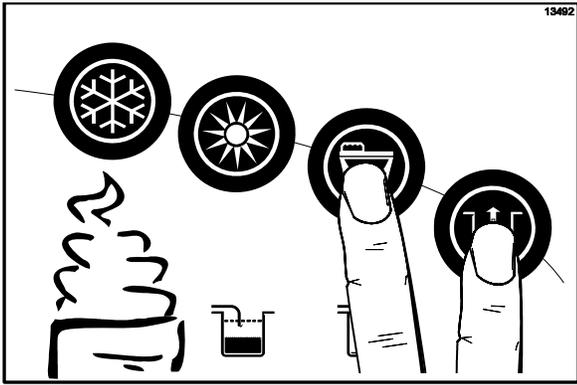

图 164
10. 按 **WASH** 和 **PUMP** 键   并关闭出料阀。（见图 164。）